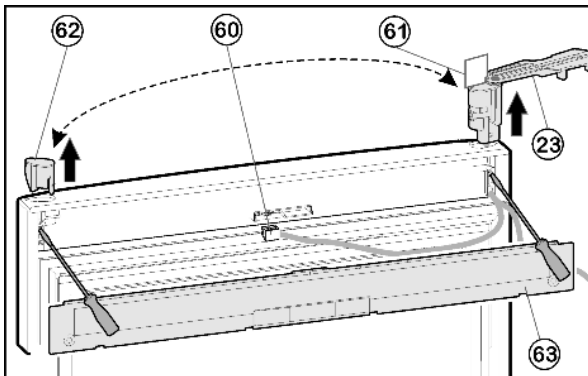

Fig. 17
- ▶ С помощью отвертки выведите из зацепления крышку Fig. 17 (63) на дверце.
- ▶ Отсоедините разъем Fig. 17 (60).
- ▶ На верхней дверце поверните опорный кронштейн Fig. 17 (23) наружу параллельно краю дверцы.
- ▶ При помощи отвертки вытолкните опорный кронштейн Fig. 17 (23) снизу и снимите с двери вместе с кабелем.
- ▶ Извлеките пробку Fig. 17 (62) снизу при помощи отвертки и вставьте на другой стороне.
- ▶ Проденьте кабель опорного кронштейна Fig. 17 (23) на противоположной стороне и установите опорный кронштейн.
- ▶ Снимите шаблон Fig. 17 (61) и закрепите на опорном кронштейне.
- ▶ Вставьте разъем Fig. 17 (60).
- ▶ Зафиксируйте крышку Fig. 17 (63) на дверце.